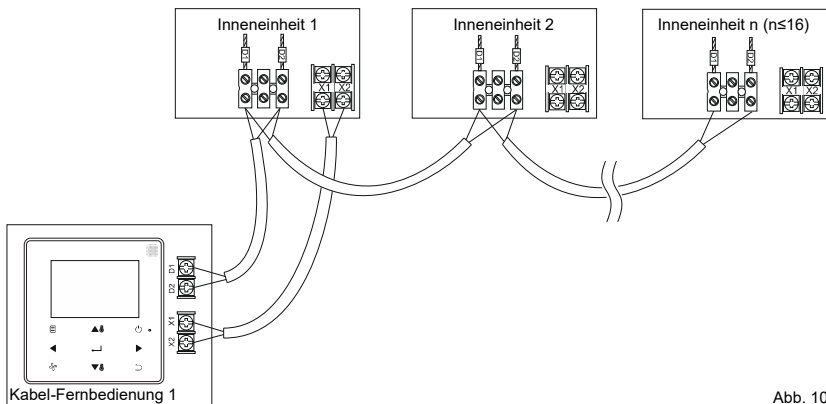

Abb. 10
5. Bei den DC-Inneneinheiten der 2. Generation können zwei Kabel-Fernbedienungen auch eine Gruppe von mehreren Inneneinheiten (max. 16) steuern. In diesem Fall ist die Kabel-Fernbedienung über die Klemmen X1 und X2 sowie über die Klemmen D1 und D2 an die Inneneinheit anzuschließen. Bei den Klemmen X1 und X2 sowie D1 und D2 an der Kabel-Fernbedienung muss nicht die Polarität beachtet werden. Die Reihenfolge beim Anschließen der Kabel D1/D2 zwischen dem Haupt- und Neben-Controller muss konsistent sein. Siehe Abb. 10 und 11.